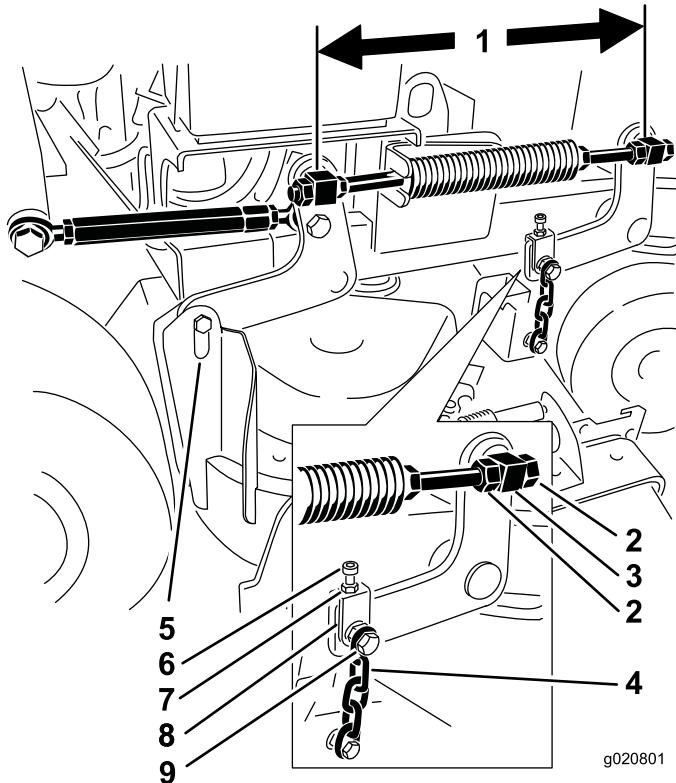

Figure 78
1. Contrôlez la distance entre les centres des pivots (entraxe) sur chaque tige filetée (Figure 78).
2. Desserrez les écrous de blocage du pivot **avant** (Figure 78).
4. Resserrez les écrous de blocage du pivot **avant** (Figure 78).
6. Si un réglage est nécessaire, desserrez le boulon de chaîne supérieur (Figure 78).
4. Desserrez les écrous de blocage sur les pivots avant gauche et droit (Figure 78).
6. Resserrez les écrous de blocage sur les pivots avant gauche et droit (Figure 78).
4. Desserrez les écrous de blocage du pivot avant gauche (Figure 78).
6. Resserrez les écrous de blocage du pivot avant gauche (Figure 78).
5. Desserrez les boulons de chaîne supérieurs (Figure 78).
6. Desserrez les écrous de blocage sur chaque chape (Figure 78).
8. Resserrez les écrous de blocage et les boulons de chaîne supérieurs (Figure 78).